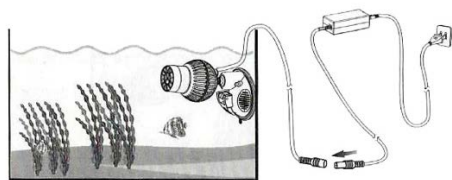

Figura 5
7. Ahora conecte el cable eléctrico de la bomba en el conector “macho” del adaptador de corriente. Conecte ahora el cable de alimentación al adaptador de corriente y finalmente conecte el otro extremo de este cable a la toma de corriente. La bomba deberá comenzar a funcionar. Tenga en cuenta las precauciones eléctricas indicadas en este manual. (Observe la figura 5)